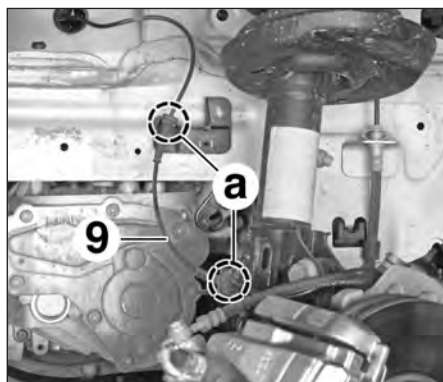

FIG.37
- le faisceau (9) en (a) (Fig.37),